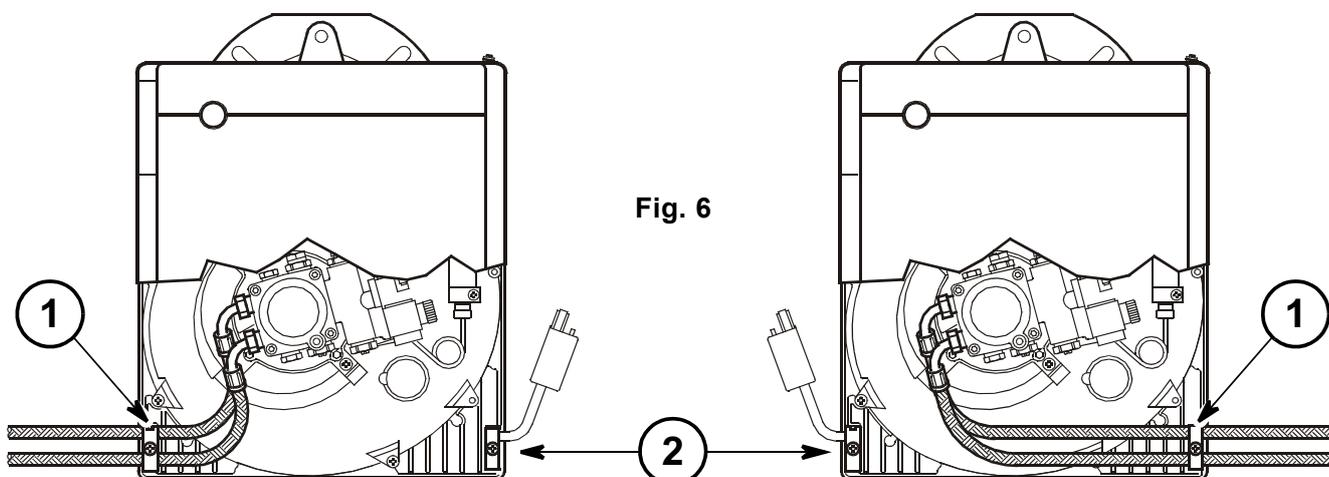

Fig. 6
Il bruciatore è predisposto per ricevere i tubi di alimentazione del gasolio da entrambi i lati. A seconda che l'uscita dei tubi avvenga a destra o a sinistra del bruciatore si dovranno invertire sia la piastrina di fissaggio (1) che il pressacavo (2), (vedi Fig. 6).